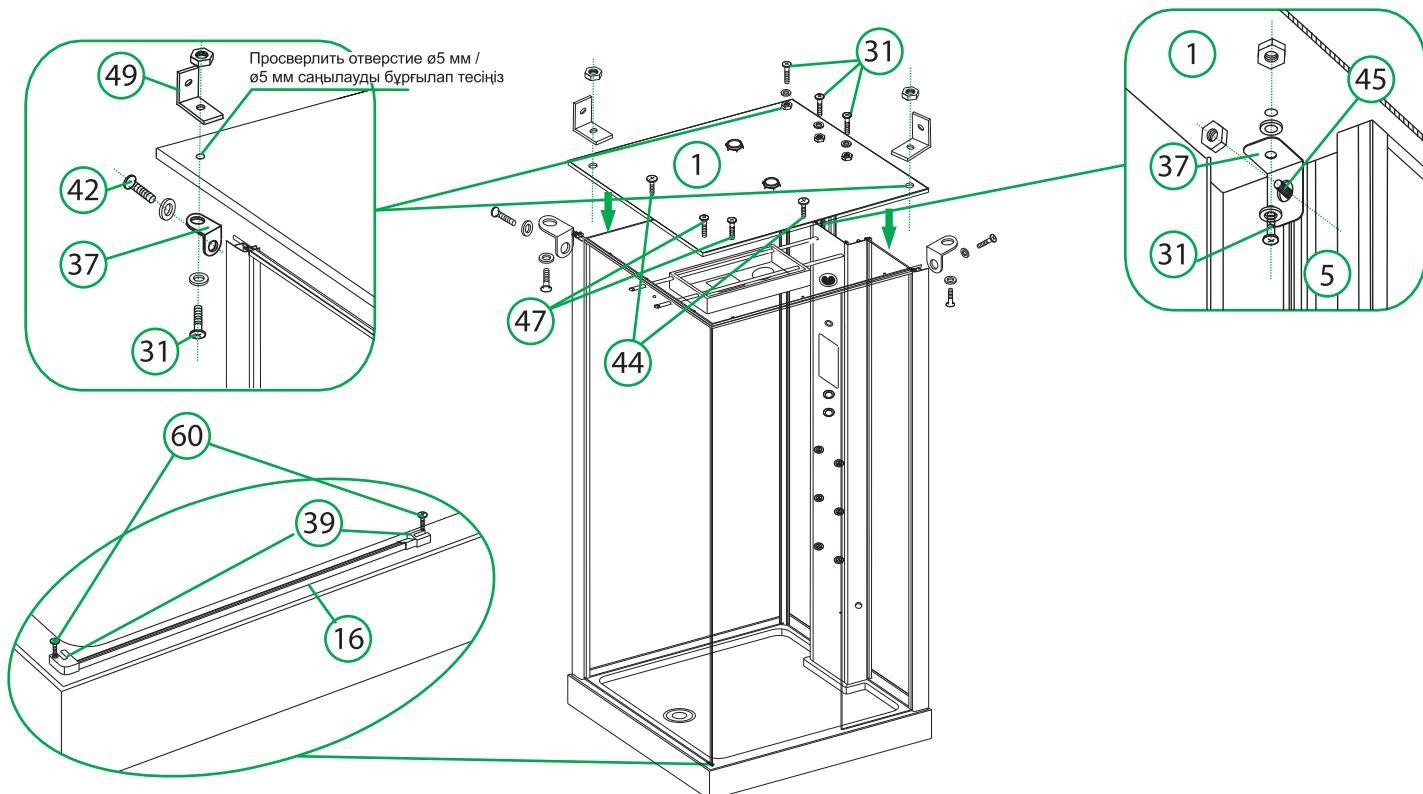

Рис. 10 / 10-сур.
8. Установите крышу кабины и алюминиевый бортик двери (рис.10).